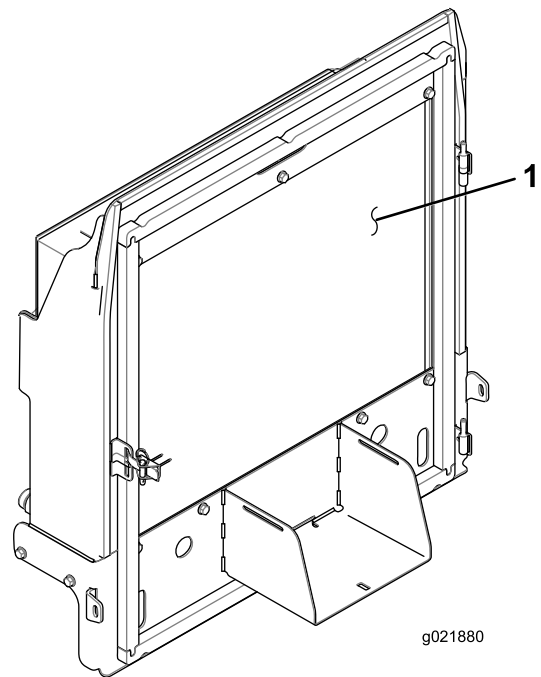

Figura 85
4. Limpe bem ambos os lados do radiador com ar comprimido (Figura 85).